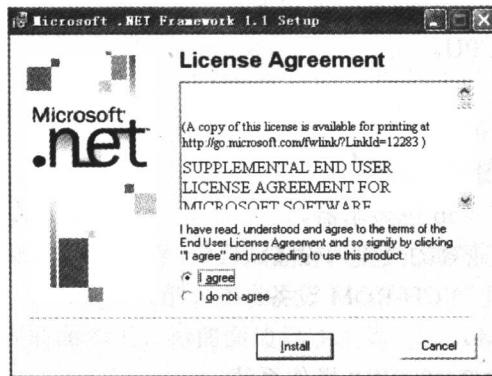

图 1.2 确认 License 授权
(2) 单击 Step1:Install.NET v1.1 按钮，出现确认 License 授权，如图 1.2 所示，选中 I agree 单选按钮，单击 Install 按钮。